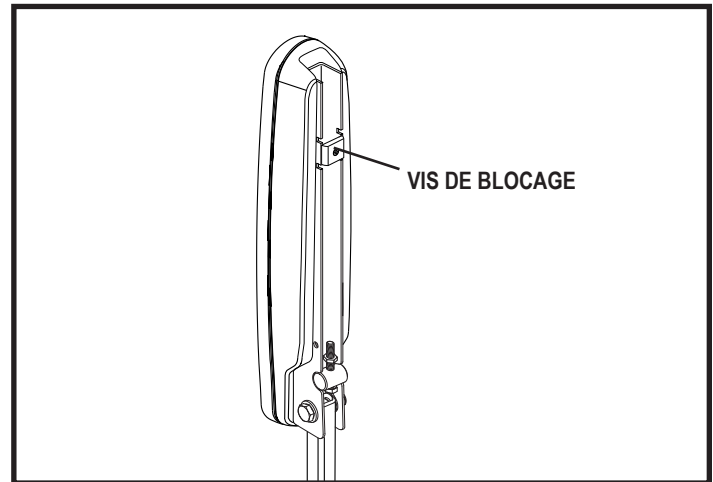

Figure 12. Dessous de l'accoudoir
3. Desserrez la vis de réglage sous l'accoudoir. **Voir la figure 12.**
5. Desserrez la vis de blocage. **Voir la figure 12.**